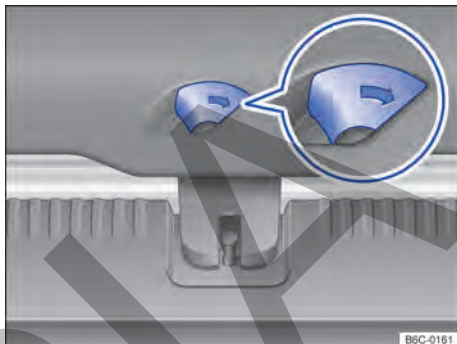

Fig. 61 En el maletero: desbloquear la tapa trasera.
- Desplazar la palanca de desbloqueo en el sentido de la flecha → fig. 61, para destrabar la tapa trasera.